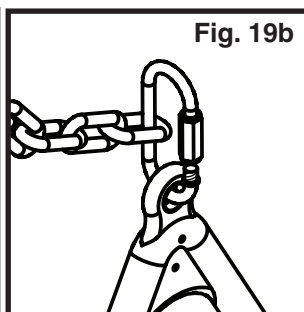

Fig. 19b
2. Attach Quick Links to Iron Man Rings as shown in (Fig. 19b).
2. Fije los eslabones rápidos a los Iron man Rings como se muestra en la (Fig. 19b).
2. Fixez les anneaux de fixation rapide au Iron Man Rings comme illustré à la (Fig. 19b).